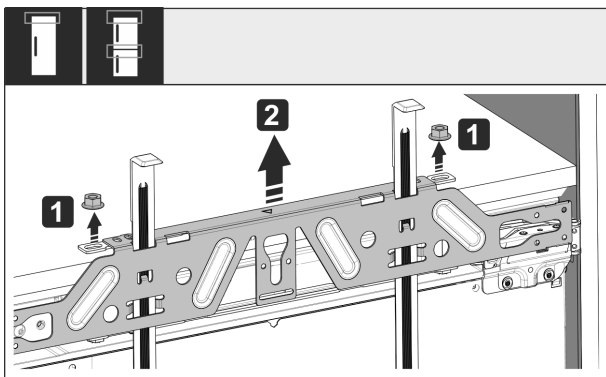

Fig. 51
- Desserrer les contre-écrous Fig. 51 (1).
- Retirer la traverse de fixation Fig. 51 (2).